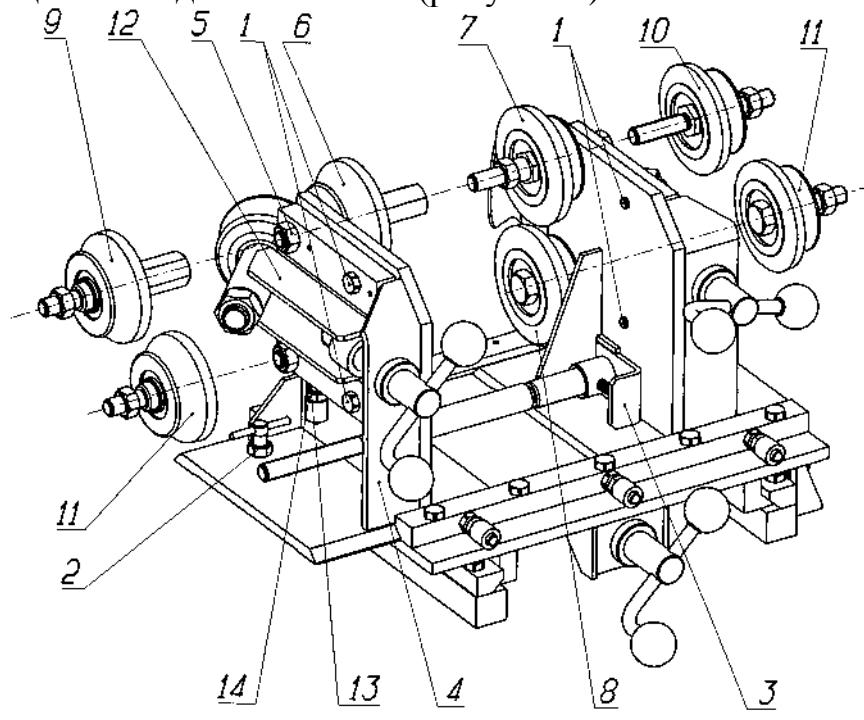

Рисунок 6 - Смена правильных роликов
7.8. Настройку стенда для правки колёс автомобилей «Ока» производить в следующей последовательности (рисунок 6):